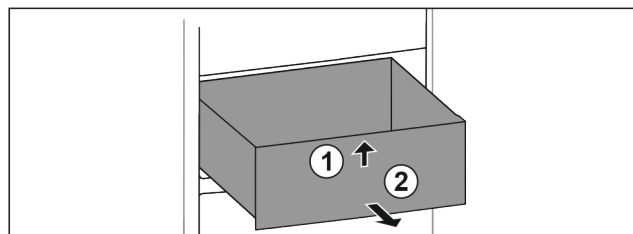

Fig. 30
- Schubfach vorne anheben. Fig. 30 (1)
- Schubfach nach vorne entnehmen. Fig. 30 (2)